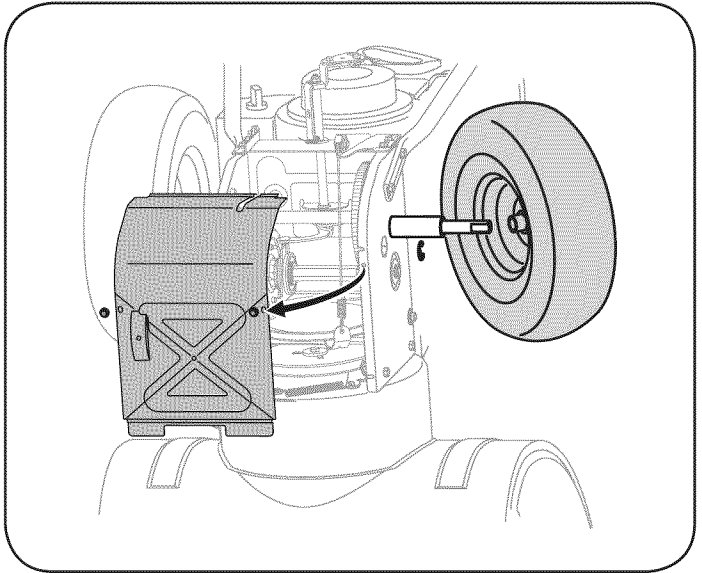

Figura 30
5. Retire la rueda derecha quitando el tornillo y la arandela de campana que la aseguran al eje. Vea la Figura 30.